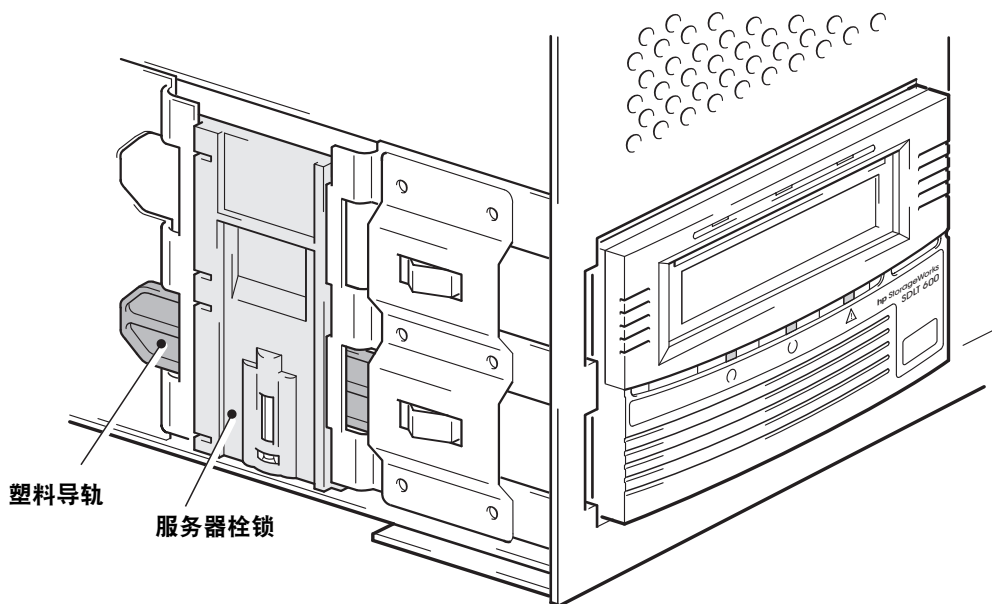

图 8a：将磁带机固定在装配件上（示例中说明的是 HP ProLiant ML530）
- 1 将磁带机压紧到托架中，确保服务器栓锁锁定到位，如图 8a 所示。